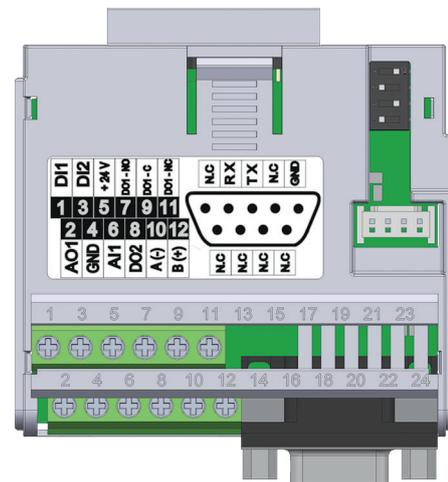

Figura 19.2: Módulo Plug-in MW500-CRS232
El módulo plug-in MW500-CRS232 tiene la interfaz Serial (1) a través de la puerta RS-485 en los bornes 10 (A-) y 12 (B+), así como la interfaz Serial (2) a través de la porta RS-232 en el conector estándar DB9, vea la Figura 19.2 en la página 19-1.